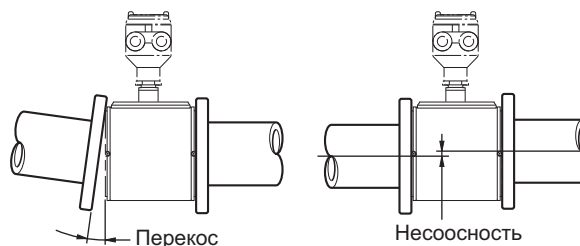

Рисунок 3.2.2 Перекос и несоосность трубопроводов, подсоединяемых к расходомеру
- 1) Перед установкой расходомера устранили несоосность или перекос трубопроводов и зазор между фланцами (см. рис.3.2.2).